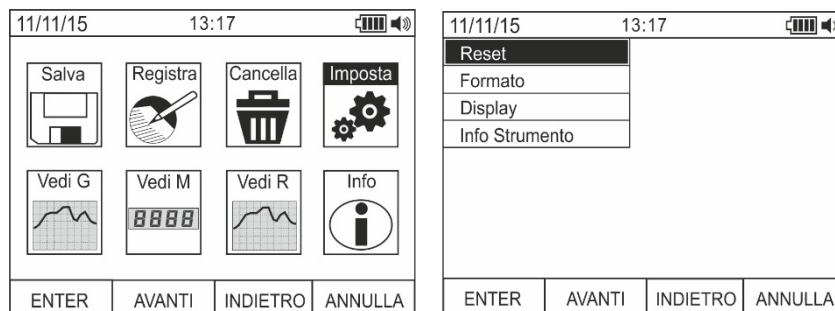

Abb. 13: Allgemeine Einstellungen des Gerätes
17. Benutzen Sie die **F2** oder **F3** Tasten zur Auswahl des Symbols "Einstellen" und drücken Sie die **F1** Taste (siehe Fig. 13 – linker Teil).